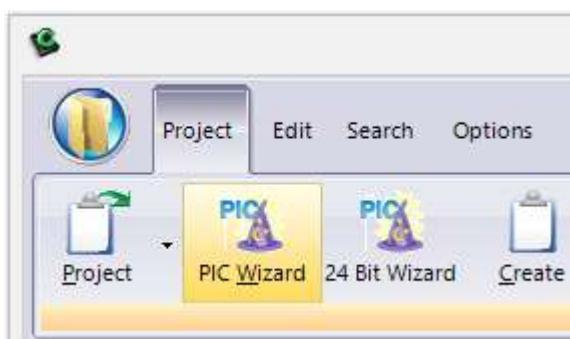

Рисунок 3.1.1 – Процес створення проекту у **IDE PCWH** за допомогою майстра **PIC Wizard**
1. Запустити **IDE**, натиснути кнопку **Projects** майстра **PIC Wizard** (рис. 3.1.1),